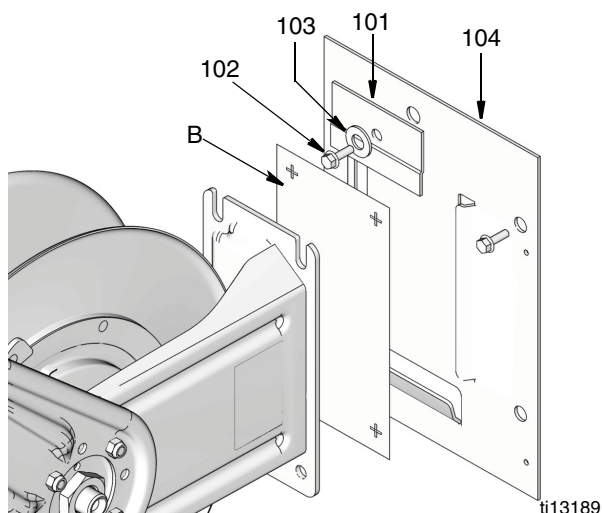

FIG. 10
2. Sélectionnez l'emplacement de montage de la rangée d'enrouleurs. Installez l'enrouleur sur un mur à l'aide du gabarit (B) fourni afin de positionner les trous que vous devez percer.
Vous pouvez installer l'embase (104) sur le mur pour faciliter l'installation et le retrait de l'enrouleur de flexible lors de l'entretien (FIG. 10).
3. Faites glisser l'enrouleur de flexible sur l'embase (104) et installez le plateau de maintien (101), la rondelle (103) et la vis à tête (102). Serrez fermement la vis (FIG. 10).